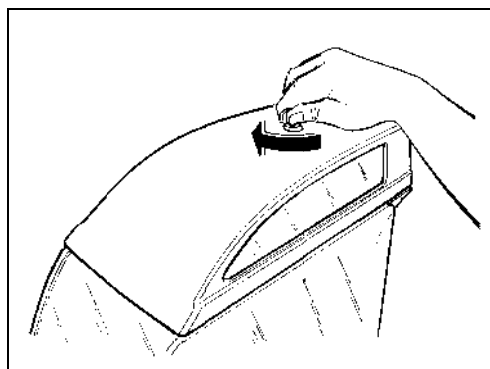

Fig. 5
- Rimuovere il coperchio luminoso dopo averlo sbloccato con l'apposita chiave, ruotando in senso orario (fig.5).